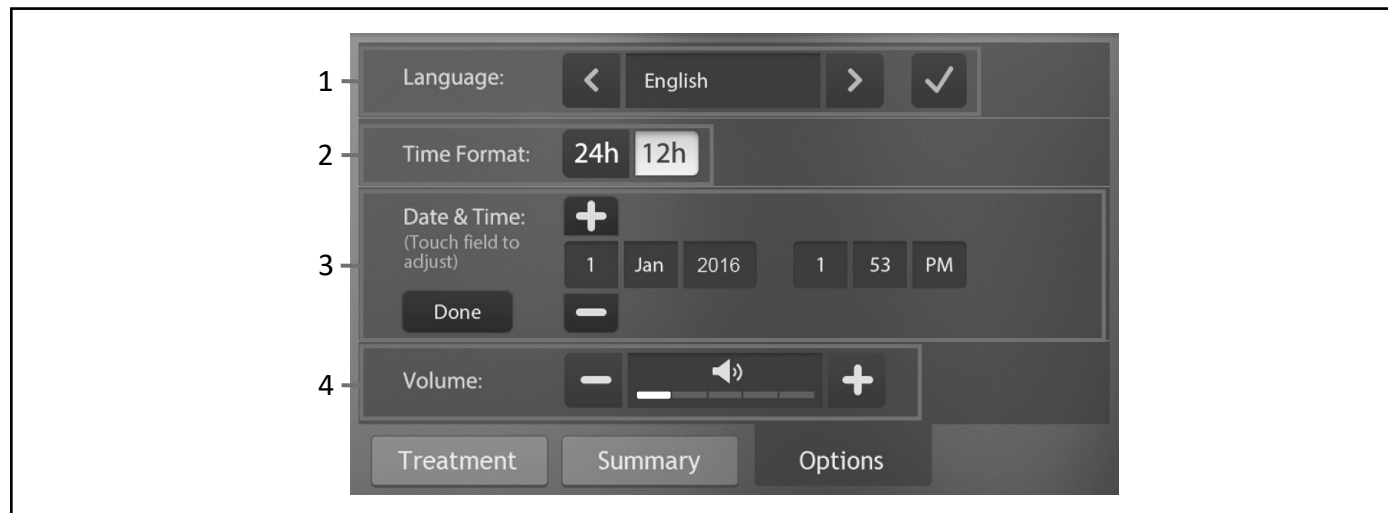

Figure 12 : Ecran de contrôle : Onglet Options
Les éléments affichés sur l'écran **Options** sont décrits comme suit (les flèches numérotées de la Figure 12 correspondent aux étapes numérotées ci-dessous) :
- Le volume des signaux sonores du système peut être réglé à partir de l'écran **Options** (voir figure 12), en appuyant sur les boutons de sélection + ou – sur le curseur du volume, du volume maximal au niveau minimal autorisé.